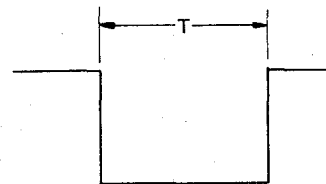

Abbildung 104.
2. Die Ausgabe des I2005 (Stift ⑦) auf einem Oszilloskop beobachten und den R2029 (HSFV-1-Kontrolle), R2031 (HSFV-2-Kontrolle) und R2030 (HSFV-3-Kontrolle) so einstellen, daß der resultierende Pegel wie in Abb. 104 gezeigt, wird.